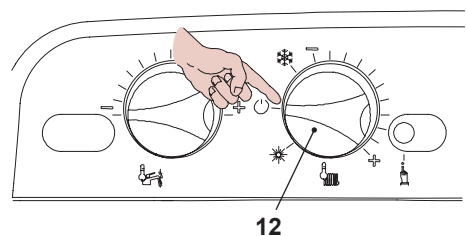

Рисунок 8.14
- Чтобы выйти из режима программирования, установите переключатель функций 12 в положение  (Рисунок 8.14) или выключите электропитание котла.